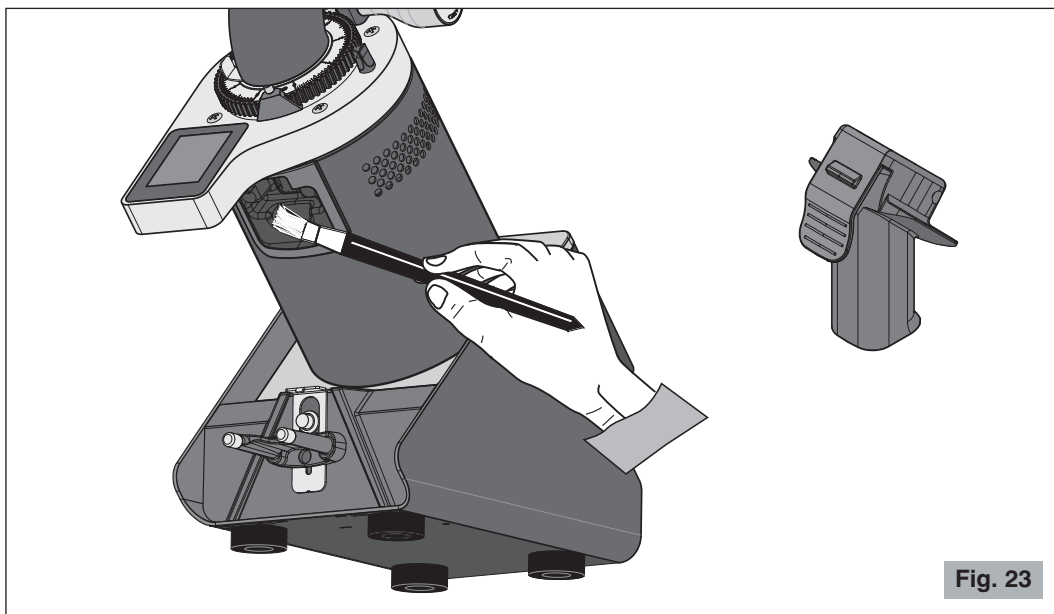

Fig. 23
- Utiliser une brosse ou un pinceau (Fig. 23) pour nettoyer les zones les moins accessibles à son intérieur et un chiffon sec pour les autres surfaces.